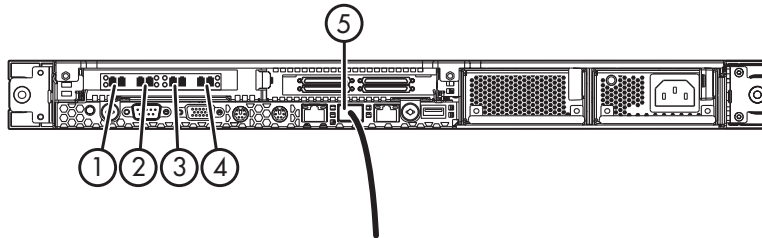

Figura 10 Conecte los cables SAN y LAN al nodo
1. Conecte los cables Fibre Channel del servidor de soportes SAN a los puertos host Fibre Channel de nodo, empezando con el puerto de host 0 Fibre Channel y terminando con el puerto de host 3 Fibre Channel (Figura 10).
2. Conecte un cable Ethernet (CAT-5) estándar desde su red de IP local (LAN) al conector NIC 1 10/100/1000 (RJ-45) (Figura 10).